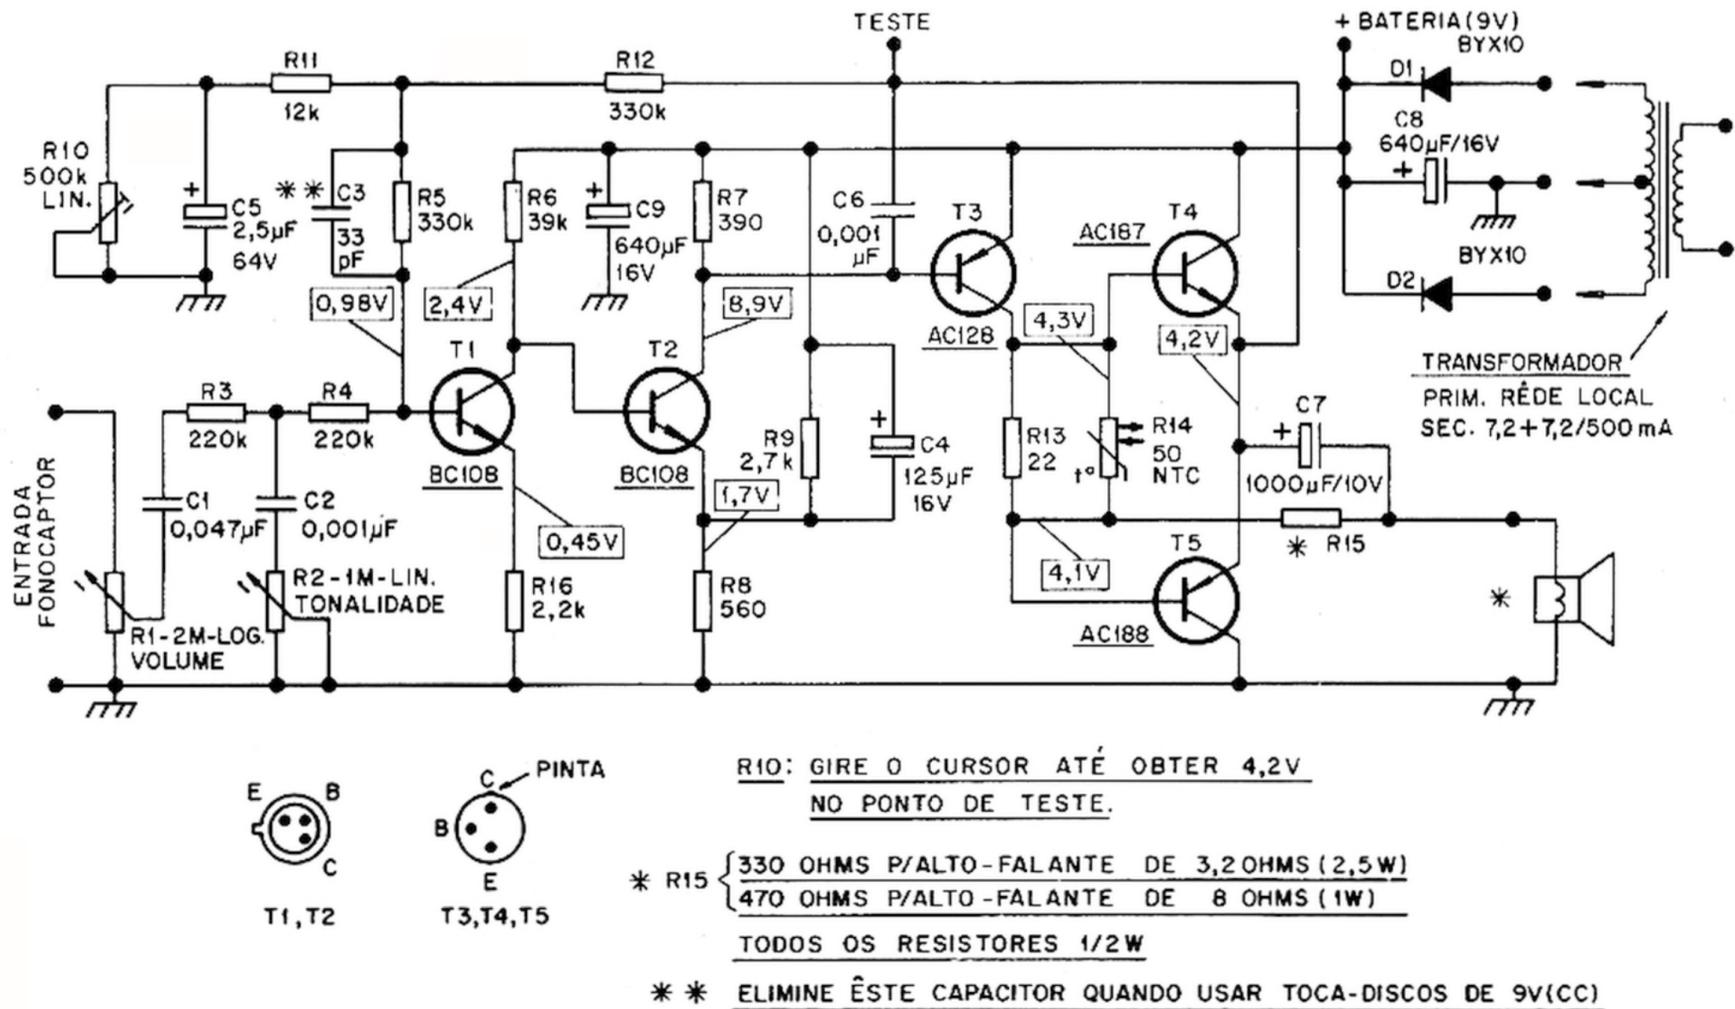
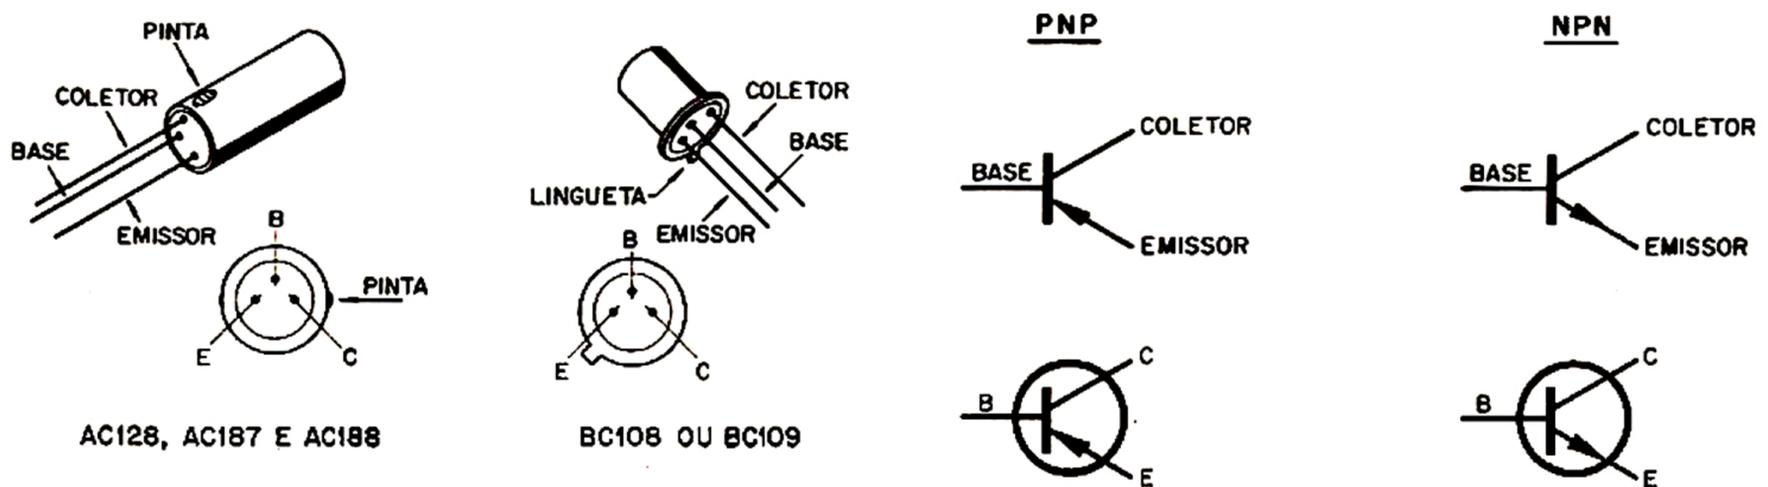

Figura 1 - Diagrama esquemático do amplificador.
Figura 11 - Identificação dos transistores e disposição dos terminais.
Apenas cinco transistores, dois de Silício Planar e três de Germânio, compõem o amplificador cujo diagrama esquemático pode ser visto na figura 1. O estágio de saída opera em classe B, empregando um par de transistores complementares NPN - PNP: AC187/AC188 (T_4 e T_5), na configuração conhecida como "circuito contrafase ("push-pull") complementar simétrico". Para estabilizar o funcionamento do estágio frente a variações de temperatura, foi colocado entre as bases dos transistores de saída o conjunto formado pelos resistores em paralelo R_{13} e R_{14} , sendo R_{14} um termistor (NTC - "Negative Temperature Coefficient"). A carga (alto-falante) é ligada diretamente à saída do estágio final, através do capacitor C_7 . Eliminam-se, desta forma, tôdas as deficiências normalmente introduzidas pelo transformador de saída, sem o recurso a alto-falantes de impedância elevada. Êste estágio final está diretamente acoplado ao excitador, constituído pelo transistor PNP de Germânio AC128 (T_3), que opera em classe A, na configuração emissor comum. Dois estágios pré-amplificadores dispostos em cascata precedem o estágio excitador. Em cada um dêles é utilizado um transistor BC108, NPN, de Silício (T_1 e T_2). No circuito de entrada de T_1 encon-
- 13 - Coloque os transistores T_1 e T_2 (BC108 ou BC109). Observe os desenhos existentes junto ao diagrama esquemático (figura 1), que mostram os transistores (vistos por baixo), e preste atenção à posição correta dos terminais (orientese também pela figura 11). Solde-os nos pontos correspondentes da fiação impressa. Não aqueça demasiadamente os terminais. Deixe uma distância de um centímetro entre a beirada inferior do invólucro (carcaça) dos transistores e a chapa impressa.